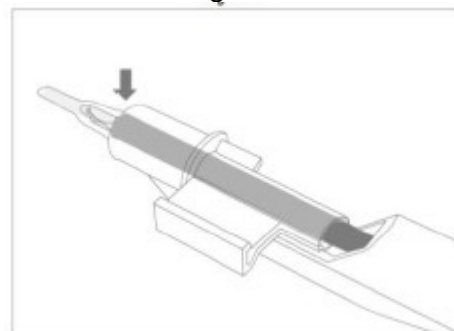

Figura 6
- Avance el émbolo hasta el principio del embudo justo antes de introducir el inyector al ojo. En esta posición el lente puede esperar hasta 30 segundos a ser implantada si es necesario (figura 6).